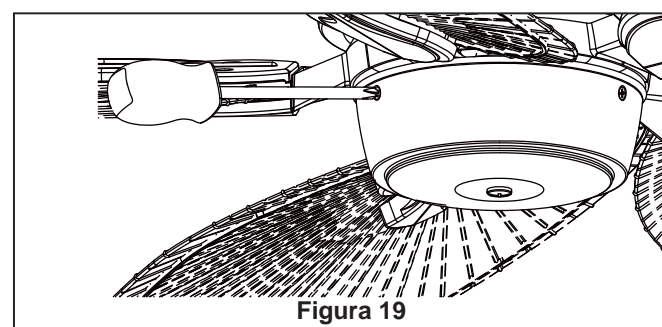

Figura 19
- ☐ 5. Instale la unidad redonda del interruptor de la carcasa en el adaptador instalado con los tres tornillos. (Figura 19)